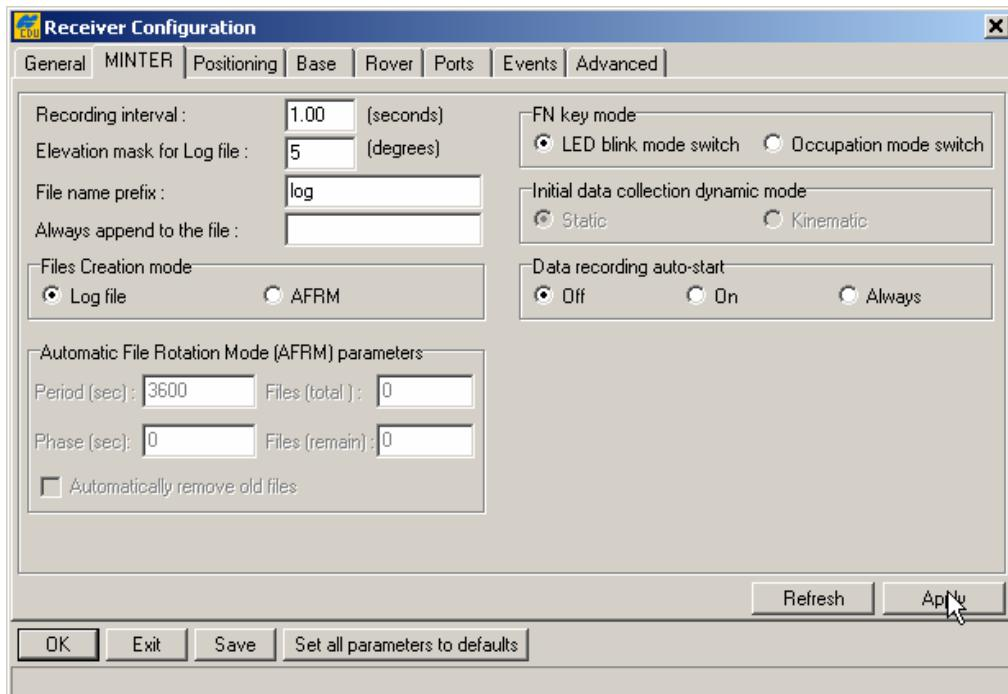

Рисунок 2-16. Настройка приемника – вкладка MINTER
3. Выберите пункт меню **Configuration > Receiver**, затем выберите вкладку MINTER, установите перечисленные ниже значения параметров настроек и щелкните на кнопке *Apply* (см. рис. 2-16 на стр. 2-20). Описание этих параметров приведено на следующих страницах: